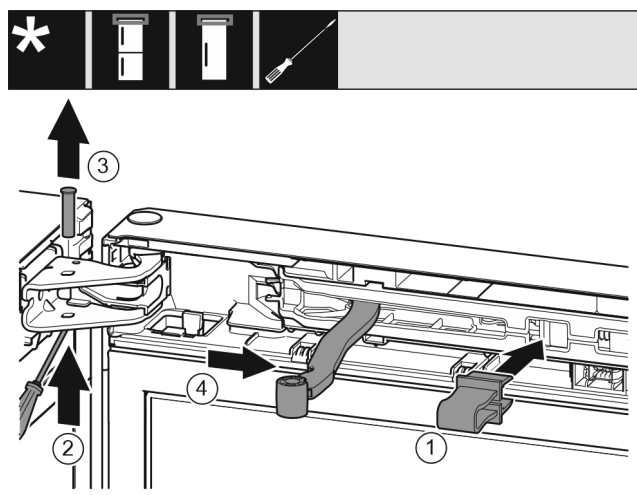

Fig. 9
- Encaje el seguro Fig. 9 (1) en el orificio.
- Empuje el perno Fig. 9 (2) hacia fuera.
- Retire el perno Fig. 9 (3) hacia arriba.
- Gire la bisagra Fig. 9 (4) hacia la puerta.